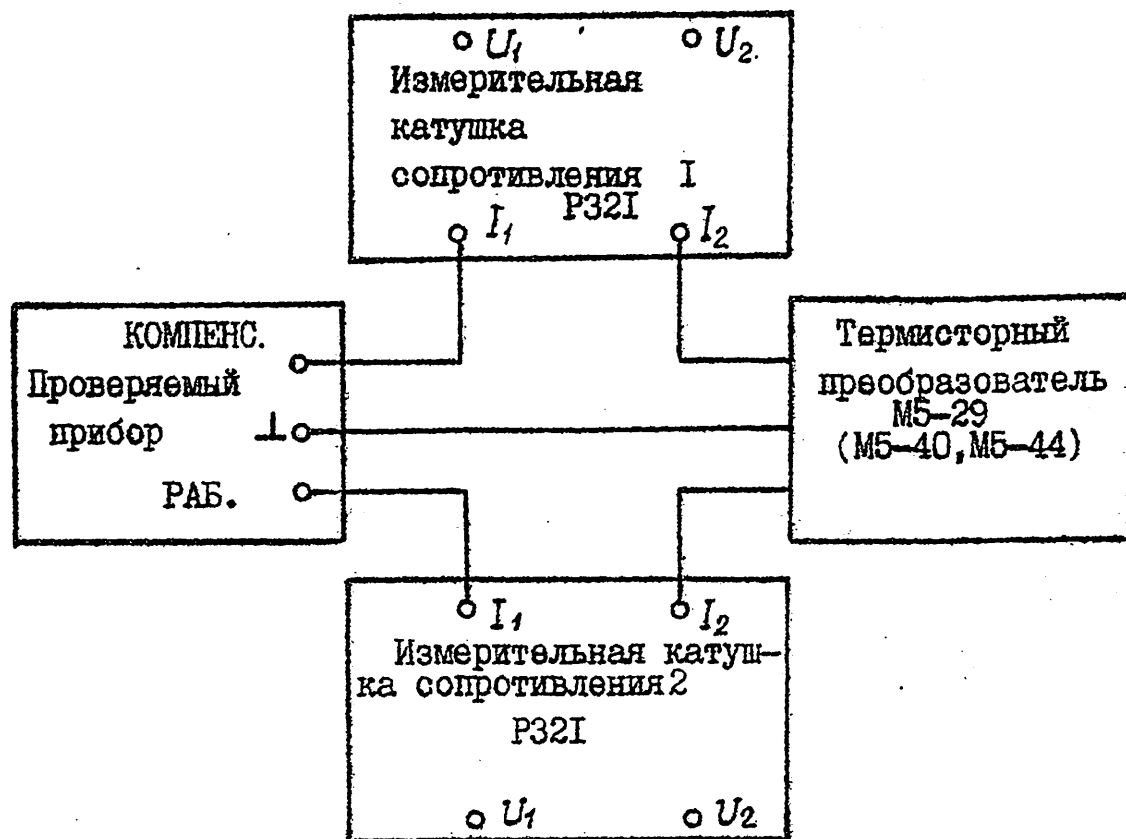

Рис. 12.1
12.3.4.1. Рабочее сопротивление каждого термистора 75, 100, 240, 400 Ом определяется косвенным методом путем измерения напряжения универсальным вольтметром ШЗГ между клеммой РАБ проверяемого прибора, его корпусом и клеммы измерительной катушки эталонного сопротивления с дальнейшим вычислением величины сопротивления по формуле. Схема соединения приборов приведена на рис. 12.1.
- 1) соедините приборы согласно рис. 12.1;